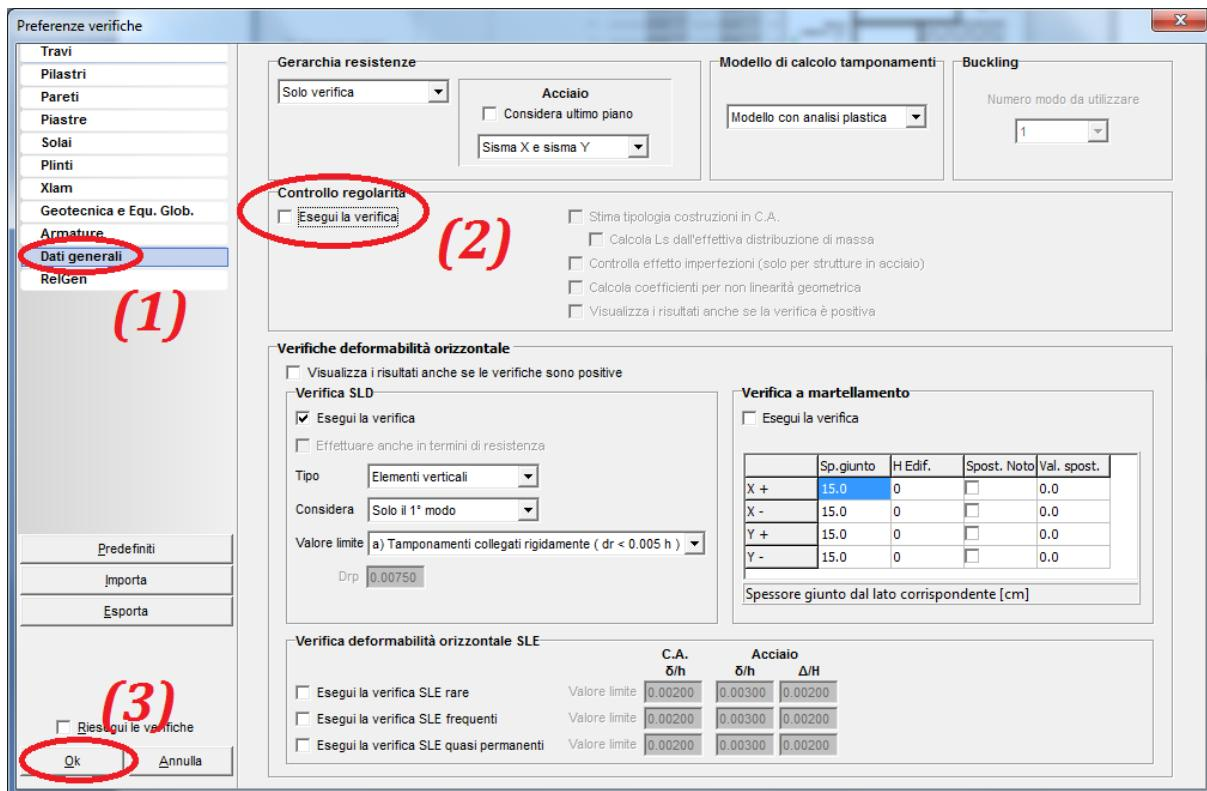

Figura 50
Con riferimento alla figura 50, infine, attivare la sezione “*Dati generali*” (1). Il controllo relativo alla regolarità della struttura in pianta ed in elevazione sarà, in questo caso, omesso (2) avendo imposto in fase di input un fattore di struttura sulla base del paragrafo 7.7.3 delle NTC 2008.